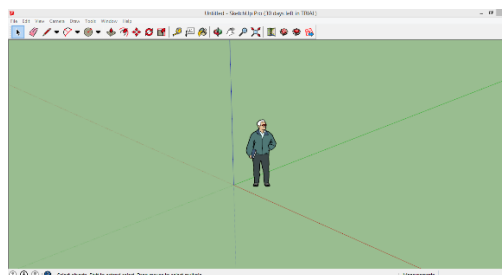

Рисунок 2.2
2. Вибираємо другий пункт **Simple Template – Meters**. Натискаємо кнопку **Start using SketchUp**. Потрапляємо в робочу область (рис.2.2).